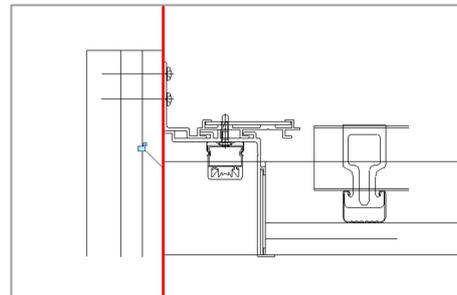

図2-2
- ・作成した断面ビューでファミリを”位置合わせ”を行う。 ※2 (図2-2の赤線位置)